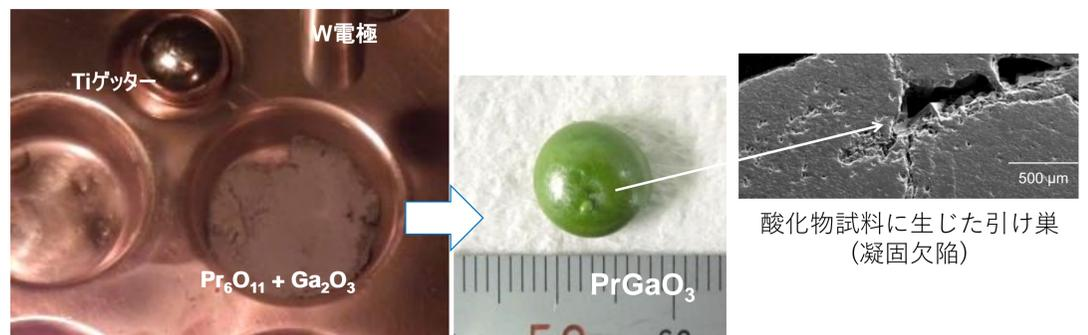

図2 【実験例1】酸化物多結晶PrGaO₃
アーク溶解 実験例紹介 (図2, 3)
- ① 主に、純金属ならびに合金の溶製が可能です。
- ② 酸化物等の非金属化合物の溶製も物質によって可能です(図2)。
- ③ 高融点金属の溶解に威力を発揮します。
- ④ アーク溶解で作製する合金は、一般的には熔融-急冷-凝固により多結晶ですが、横型帯域溶融アーク炉は水平方向に伸長したハースを5~60 mm/hの速度で自動送りすることで、粗大結晶や単結晶の溶製が可能です。